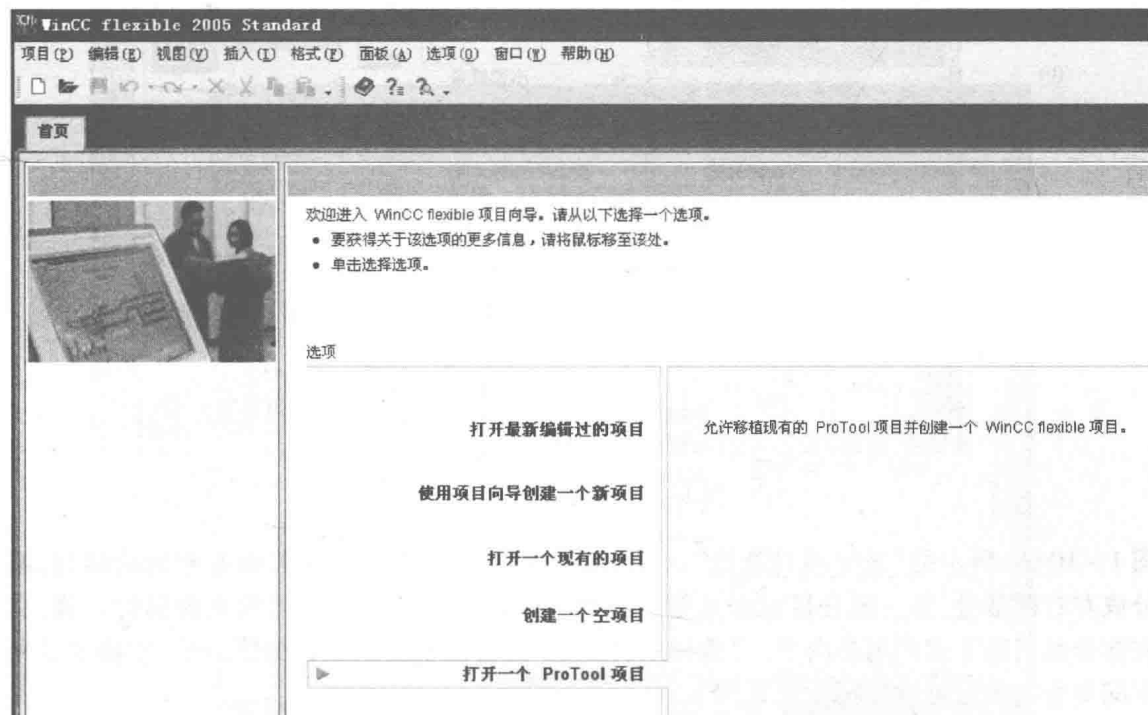

图 1-8 进入 WinCC flexible 的首页
在 Windows 桌面上,双击 WinCC flexible 运行图标,打开如图 1-8 所示的 WinCC flexible 的首页,有 5 个选项:
(1) 用 WinCC flexible 的项目向导来创建项目。
① 如果已经启动 WinCC flexible 程序,则在如图 1-8 所示中执行菜单命令“项目”→“通过项目向导新建项目”,见图 1-9(a),进入如图 1-9(b)所示的“选择项目类型”画面。